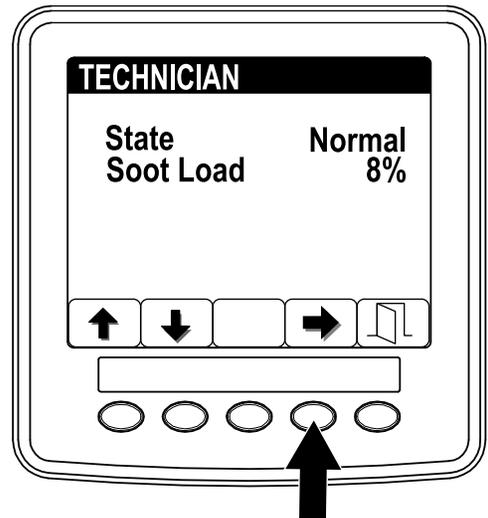

Figura 8
- Servitevi della tabella dell'operatività FAP per comprendere lo stato corrente dell'operatività del FAP (DPF) (Figura 8).